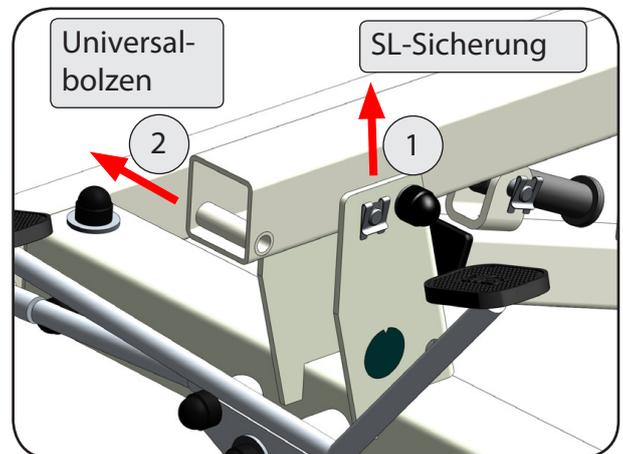

Abbildung 07
2. Entfernen Sie den Universalbolzen mit SL-Sicherung aus der Bohrung zur Transportsicherung. (Abbildung 07).